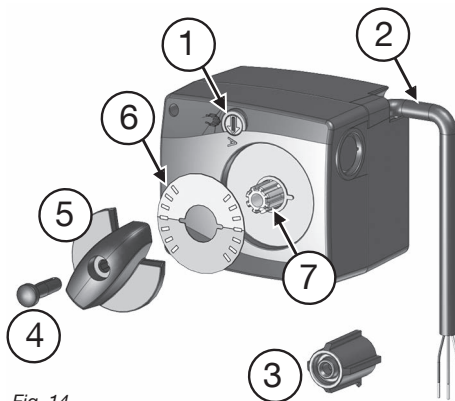

Fig. 14
6. Montare l'**adattatore (3)** in dotazione con l'attuatore (vedi fig.14) sul mandrino della valvola miscelatrice. **Si prega di assicurarsi che il "dente" a punta sia rivolto verso il basso** (fig. 23).